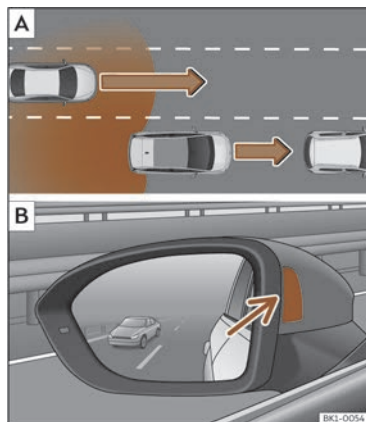

Fig. 139 Representación esquemática: **A** Adiantamento con tráfico na parte traseira. **B** Indicación do asistente de cambio de carril no lado esquerdo.
Nas seguintes situacións amósase unha indicación no indicador de control >>> **fig. 139 B** (frecha) ou >>> **fig. 140 B** (frecha):
- Cando se é adiantado por outro vehículo >>> **fig. 139 A**.